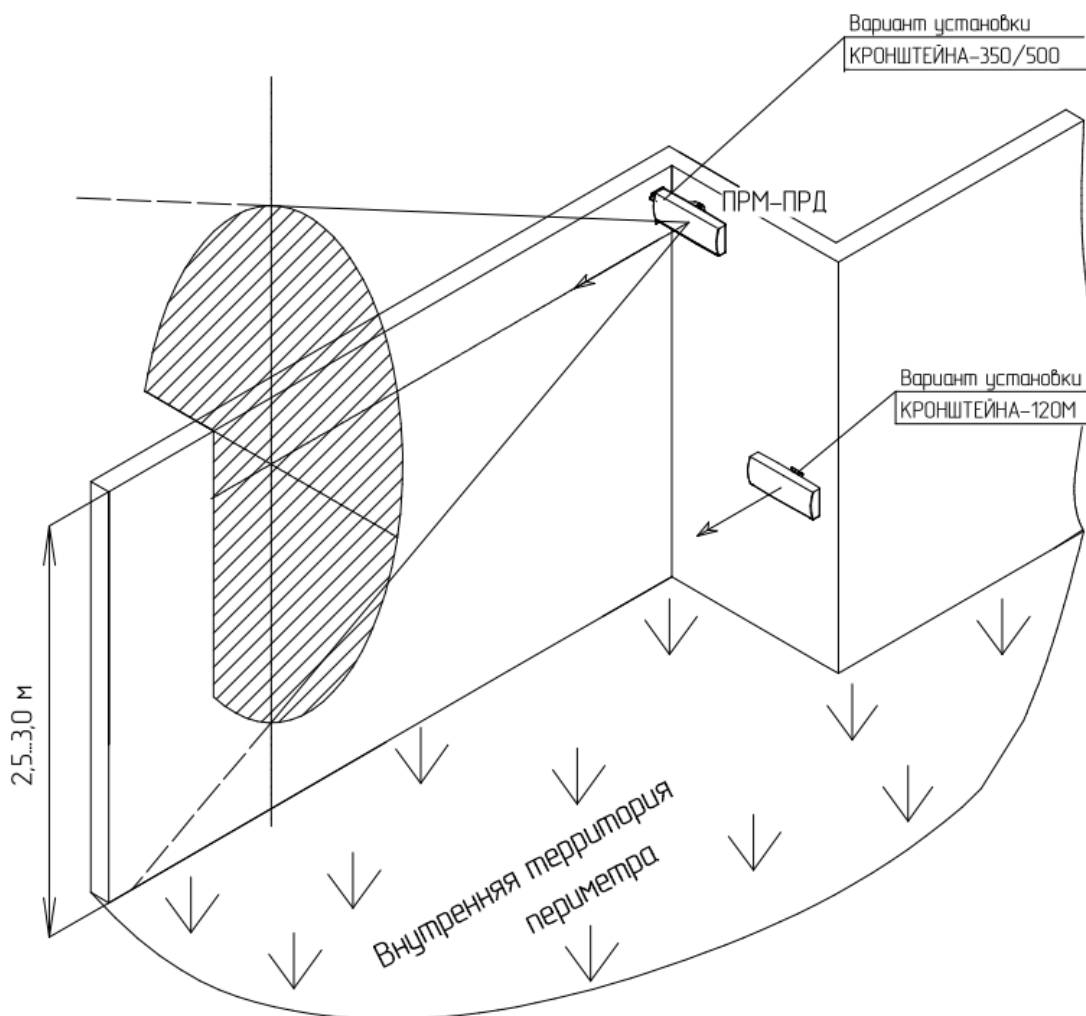

Рисунок 2.4 - Примеры установки извещателя «ЗЕБРА-42(5,8)-Ш» с применением выносных Кронштейнов 500, 350, 120
- КРОНШТЕЙН-120М (вынос 120 мм) рекомендуется применять, если направление излучения блока перпендикулярно плоскости опорной поверхности, или находится в пределах угла ( $90^\circ \pm 40^\circ$ ) (см. рисунок 2.4).